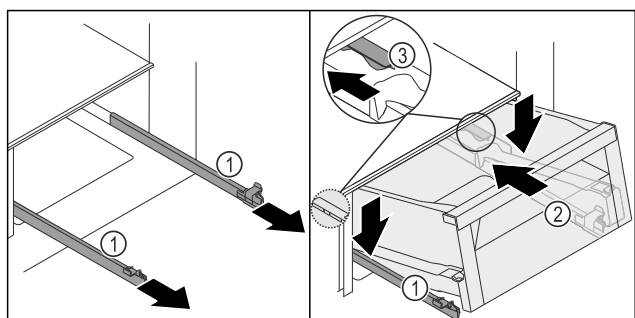
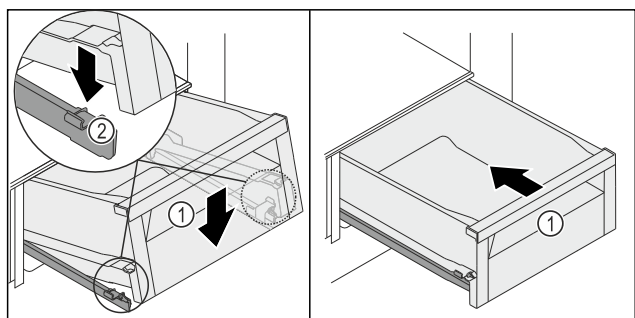

Fig. 95
Fig. 96
- ▶ Przytrzymać szyny Fig. 95 (1), a szufladę Fig. 95 (2) umieścić od góry za stoperem Fig. 95 (3) na szynach Fig. 95 (1).
- ▶ Szufladę Fig. 95 (2) przesunąć na szynach Fig. 95 (1) w tył aż do oporu.
- ▶ Szufladę Fig. 95 (2) opuścić z przodu tak, aby szuflada po stronie lewej i prawej wsunęła się w zacisk Fig. 96 (2).
- ▶ Szuflada Fig. 96 (1) zatrząskuje się słyszalnie.
- ▶ Wsunąć szufladę Fig. 96 (1).